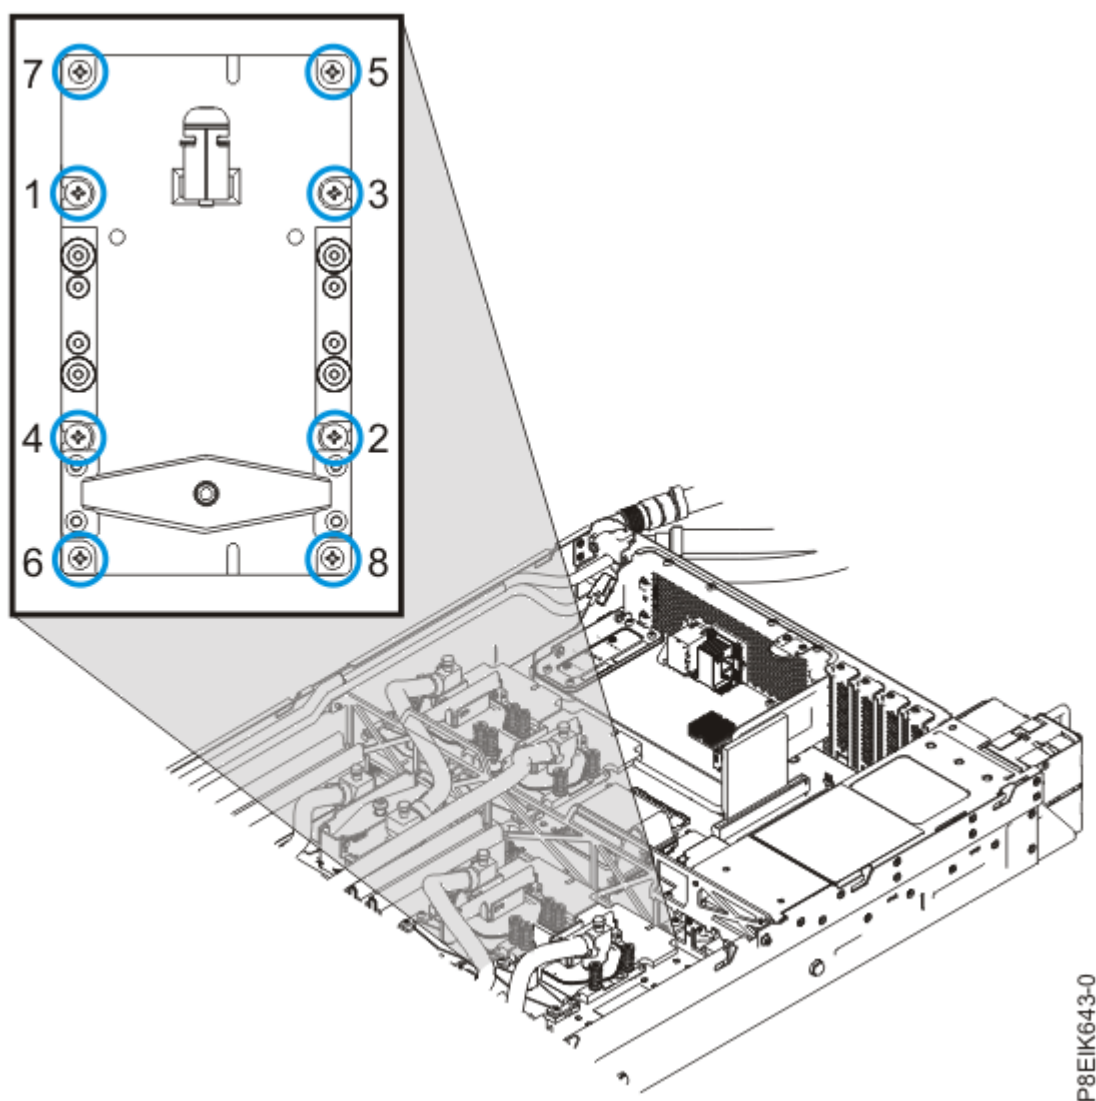

Figura 89. Sustitución del conjunto de GPU en un zócalo de GPU
4. Fije la GPU en la placa posterior del sistema. Utilice un destornillador de estrella del número 2. Apriete los tornillos en el orden en que se muestra en la Figura 89 en la página 99.